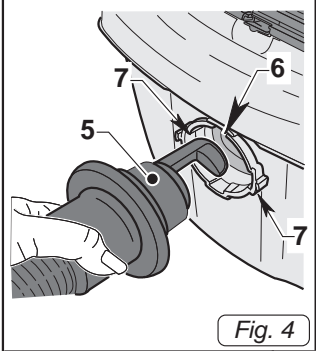

Fig. 4
- Вставить шланг со штыковым соединением (5 Рис. 4) в отверстие (6 Рис. 4) на баке, состыковывая крепления на шланге с пазами (7 Рис. 4), расположенными в отверстии резервуара; затем повернуть шланг по часовой стрелке до его фиксации.